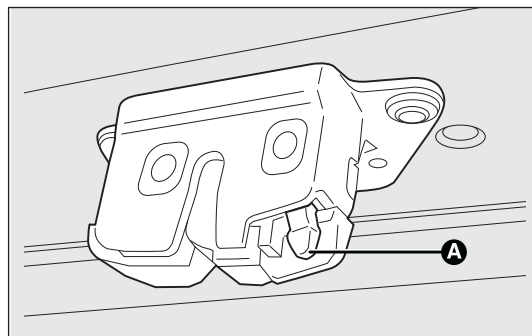

fig. 85
- ☐ actuando en el interior del maletero, presiona la palanca A-fig. 85 y abra el portón.